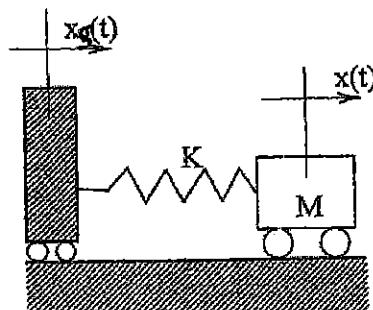

Figura 2.
2. En el sistema de la Figura 2, se da al soporte un desplazamiento a lo largo del tiempo $x_0(t)$, de la forma indicada en la Figura 3. Obtener el desplazamiento absoluto $x(t)$ de la masa M en función del tiempo (ver nota). (3p)